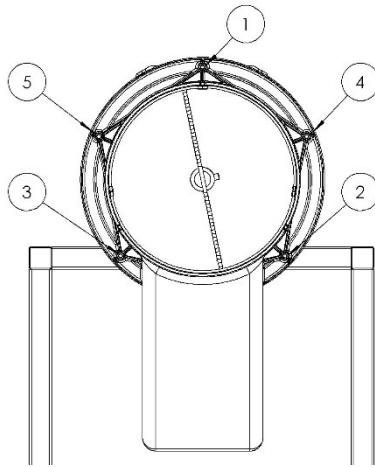

Fig. 4
- 4) Затяните стопорные болты камеры дробления в указанном порядке. Рисунок 4